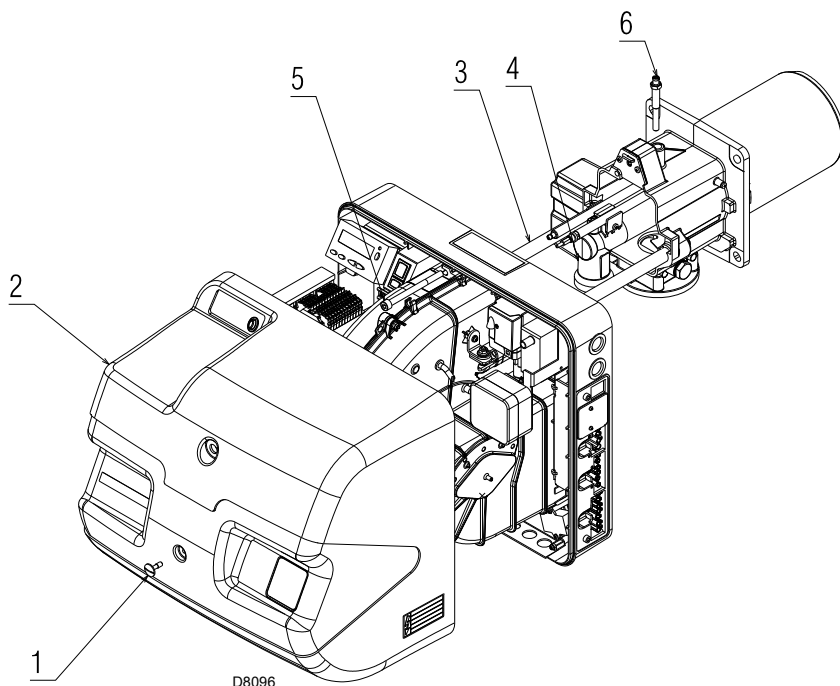

图 40
- 松开螺母 1)(图 40)，取下保护罩 2)。
- 拆下螺丝 5)(图 40)，将燃烧器沿滑杆 3) 向后拉出约 100mm。
- 重新拧紧螺丝 3)(图 40)，将探针和电极引线轻轻拉紧。